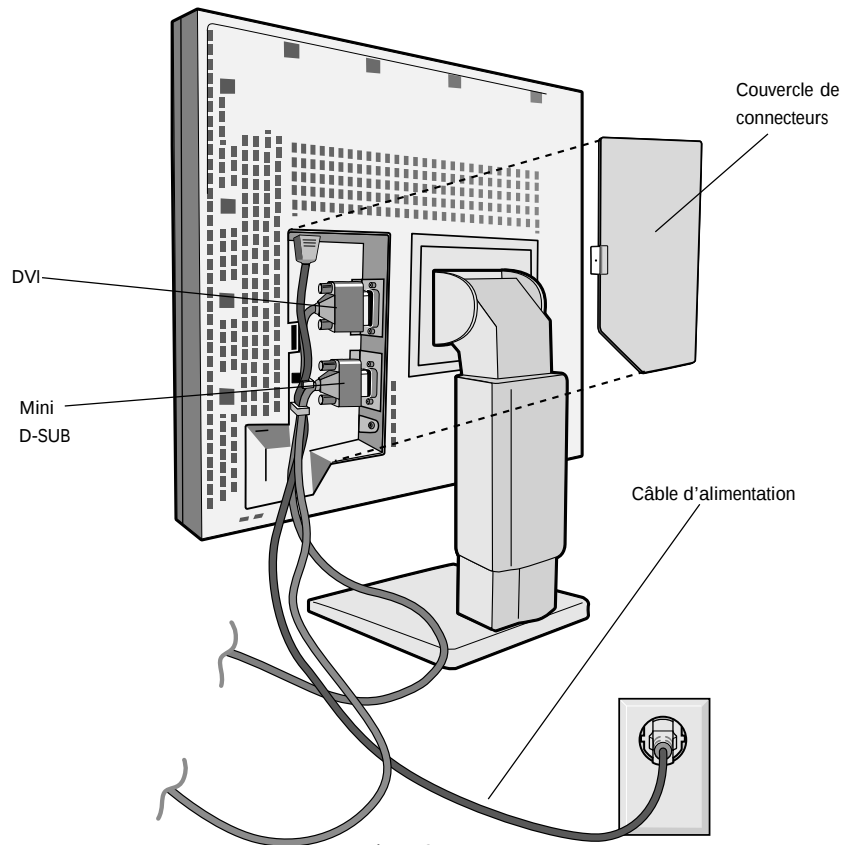

Figure C.1
3. Retirez le cache connecteur. Connectez le câble vidéo DVI au connecteur à l'arrière du moniteur. Connectez le câble vidéo à 2 DB15 (non fourni) au connecteur à l'arrière du moniteur. Placez le câble vidéo (Figure C.1).
4. Connectez le câble d'alimentation à l'arrière du moniteur et branchez l'autre extrémité dans une prise du secteur (Figure C.1).